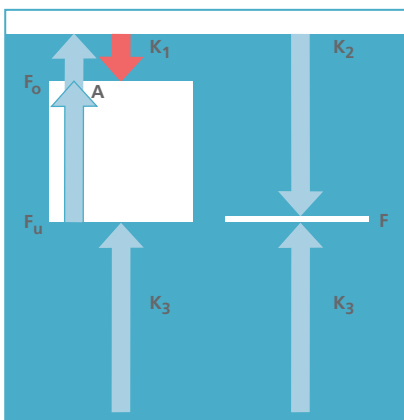
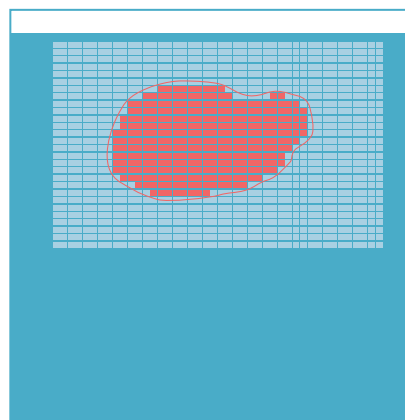

Abbildung 1: Auftrieb
Abbildung 2: Auftrieb
Ein Quader, dessen obere und untere Begrenzungsflächen F_O und F_U parallel zur Wasseroberfläche ausgerichtet sind, sei - wie in Abbildung 1 zu sehen - ganz in eine Flüssigkeit eingetaucht. Auf die Fläche F_O drückt als Kraft K_1 das Gewicht des über dem Quader stehenden Wassers. Die rechts neben dem Quader skizzierte Fläche F ist die fiktiv nach rechts auf gleicher Höhe verschobene Fläche F_U der Quaderunterseite. Auf sie drückt von oben das Gewicht K_2 der über ihr stehenden Wassersäule.
2. Dass das Archimedesche Prinzip auch für einen unregelmäßigen Körper (vgl. Abbildung 2) gilt, sieht man ein, indem man ihn ganz fein (und immer feiner) durch die Vereinigung kleiner Würfel ausschöpft. Diese bilden dann zusammen viele schmale quaderförmige Säulen, für die man jeweils genau so argumentieren kann wie für den Quader aus Abbildung 1.